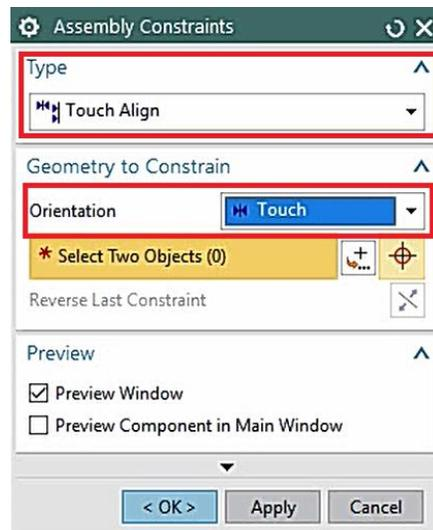

Figura 1.17 Restricción tipo **Touch Align**.
- En la ventana de **Assembly Constraints**, elegir el tipo **Touch Align** y en el apartado de **Geometry to Constrain**, seleccionar **Orientation** → **Touch** (Figura 1.17).